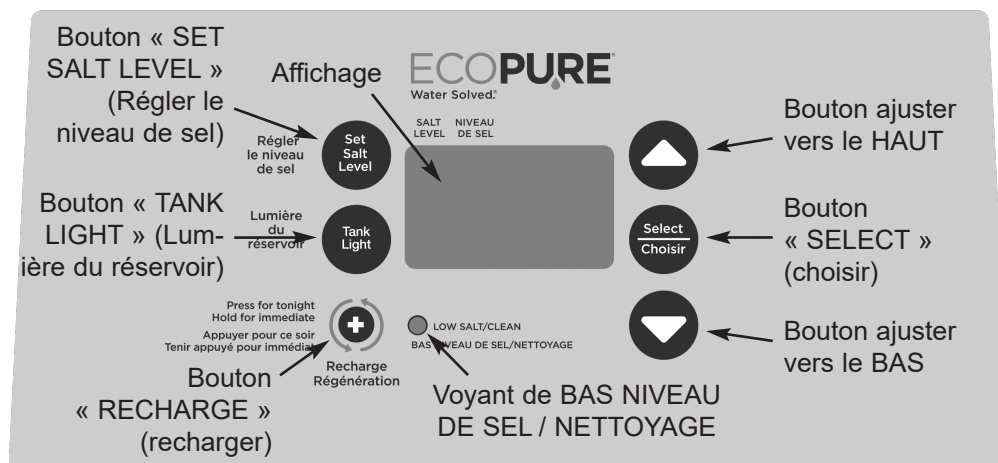

FIG. 16
5. Amorcez la régénération en appuyant le bouton RECHARGE (Recharger) (Régénérer) pendant 3 secondes (voir la figure 16 à la page 13). Le moteur de la soupape se met en marche et la soupape avance en position « Remplir ».